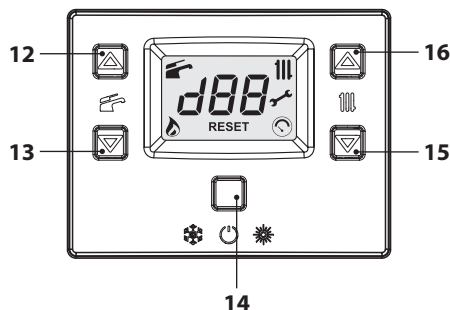

Figura 5.28
- Entrare in "modalità programmazione" premendo contemporaneamente per 10 secondi i tasti 14 - 15 - 16 (Figura 5.28) fino a far apparire sul display LCD le lettere **P01** che si alternano con il valore del parametro, indicanti l'entrata nel "parametro 01" (Figura 5.29).
- Premendo il tasto 14 (Figura 5.28) si ottiene la conferma del valore inserito.
- Premendo il tasto 15 o 16 (Figura 5.28) si esce senza modificare il valore.
- Premendo contemporaneamente per 10 secondi i tasti 14 - 15 - 16 (Figura 5.28) si esce dalla "modalità programmazione".